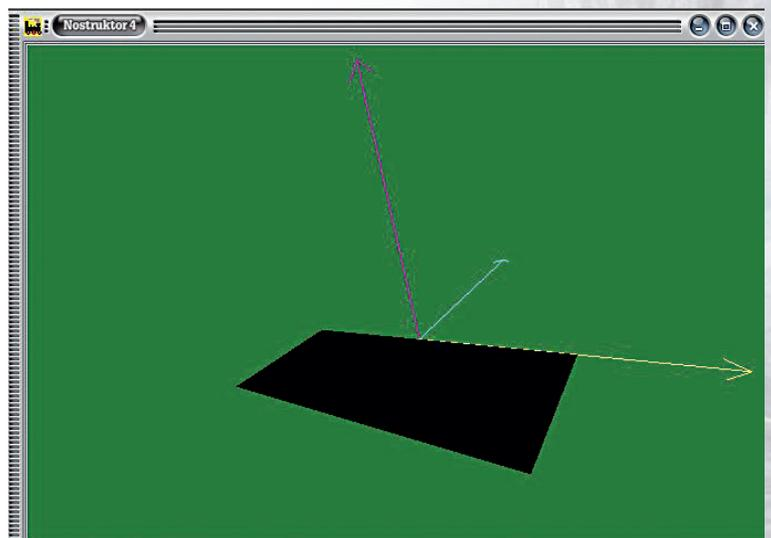

Abb. 2: 3D-Ansicht mit gekippter schwarzer Wand
- ☞ Drehen und vergrößern Sie die Ansicht mit der Maus oder mit den Pfeiltasten des Ziffernblocks so weit, bis Sie die Konstruktion und alle drei Achsen des Koordinatenkreuzes im Blickfeld haben. Schießen Sie versehentlich über das Ziel hinaus, setzen Sie die Ansicht durch einen Klick mit der rechten Maustaste zurück und versuchen Ihr Glück noch einmal. Wenn Sie den Dreh richtig raus haben, sollte die gezeichnete Wand in Erscheinung treten. **(Abb. 2)**